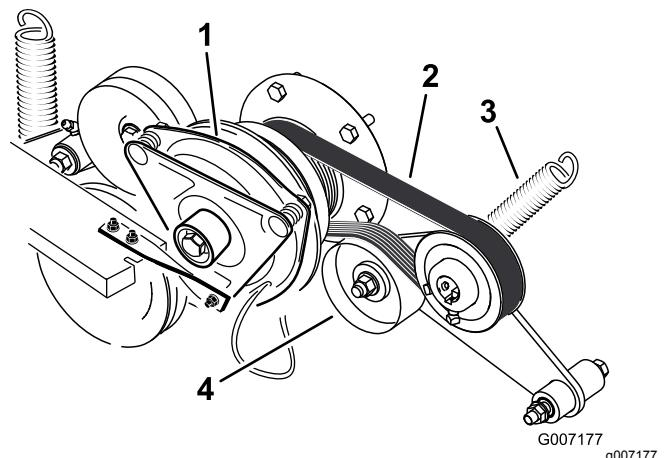

Figure 64
3. Décrochez le ressort du bras de la poulie de tension (Figure 64).
4. Montez la courroie neuve sur les poulies du moteur et des pompes hydrauliques (Figure 64).
6. Raccrochez le ressort au bras de la poulie de tension (Figure 64).